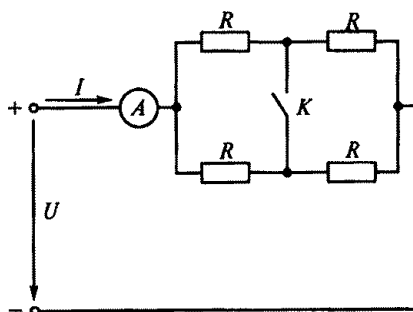

Рис. 21
1.35.Р. На рис. 21 все резисторы имеют одинаковое сопротивление R . Как изменится показание амперметра, если замкнуть ключ K ?